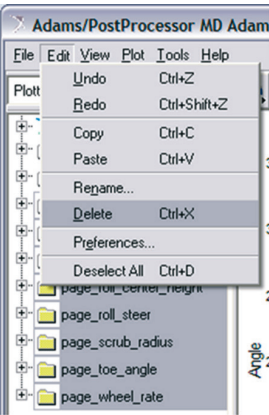

Figura 4.152 – Excluindo gráficos.
- Acesse o menu *Edit* → *Delete* (Figura 4.152).